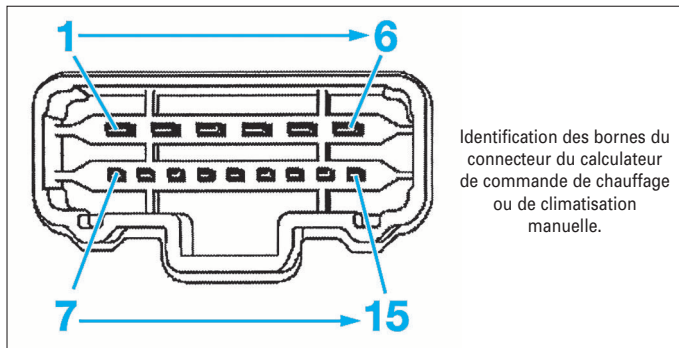

FIG. 1
**Affectation des bornes des connecteurs du calculateur de chauffage-ventilation (Fig.1)**
Affectation des bornes des connecteurs du calculateur de climatisation manuelle (Fig.1)